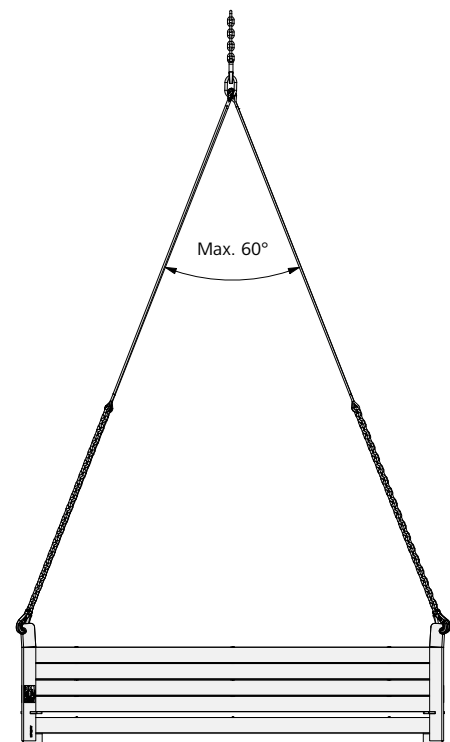

Fig. 82.4
- L'angle d'élingage ne doit jamais dépasser 60° (Fig. 82.4).